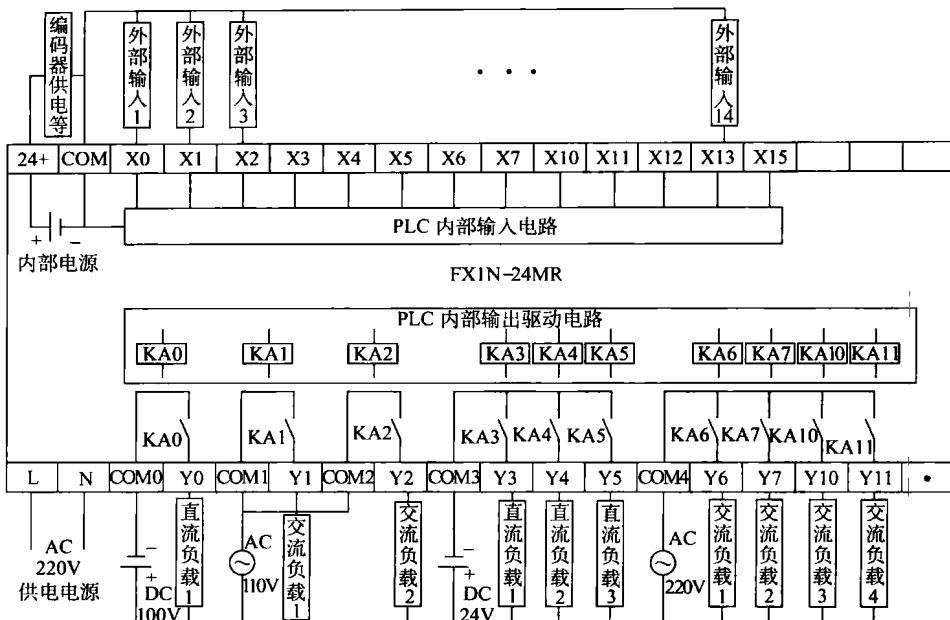

图 1-7 FX1N-24MR 端子排控制电路
2) 输入端子排，只有一个 COM 端子，为输入信号公共端子，当 X0 ~ X15 任一端子与 COM 接通形成输入通路时，都可以形成输入信号。产生输入信号的实质，是输入电路中产生了直流输入电流（见图 1-7）。其中 L、N 为 PLC 供电电源接入端，一般情况下，接市电交流 220V 供电，当然由隔离变压器提供供电或稳压电源提供供电，效果更好。输出端子有 COM0 ~ COM4 共 5 个公共端子，说明输出端子可连接 5 路相互独立的负载电路，其中 Y0、COM0 端子内部为一只独立的继电器常开触点电路，与 Y1 ~ Y11 没有电气联系。Y1 与 COM1、Y2 与 COM2 都为独立的控制输出电路；而 COM3，则为 Y3、Y4、Y5 3 个输出端的共用电路端子，COM4 则为 Y6、Y7、Y10、Y11 4 个输出端的共用电路端子。采用多个输出电路的好处，可适应不同负载电路（供电电压）的灵活连接，如图 1-7 所示。24+、COM 端子间为 24V 直流电压输出，此 24V 在内部为 X 输入端子电路的供电电源，引出后，可作为外接仪器用电源，如用作旋转编码器的直流供电电源。
图 1-7 给出了 4 种输出负载电路的连线，Y6 ~ Y11，所接负载共用 220V 交流供电；Y3 ~ Y5，所接负载共用直流 24V 供电；Y1、Y2 所接负载共用交流 110V 供电，因两个负载电器为进口电器，供电电压级别为交流 110V。因 Y1、Y2 内部电路是独立的，所以需将 COM1 和 COM2 两个端子并联起来，以共用 110V 控制电源。